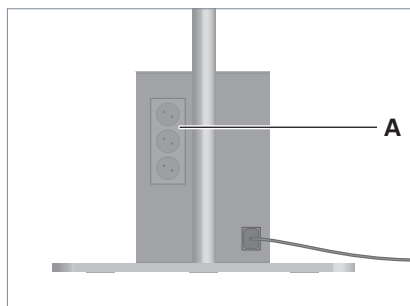

Fig. 11: Raccorder les appareils.
- Enfichez la fiche de secteur des appareils dans une prise de courant à la fois du bloc multiprises **A** de l'unité d'alimentation, voir Fig. 11.